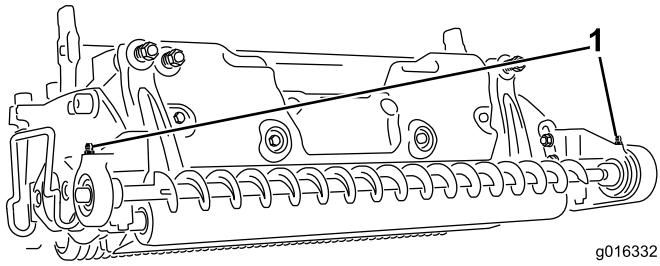

Figura 13
- Lubrique los engrasadores del alojamiento del cojinete con grasa de litio N° 2; ver Figura 13.